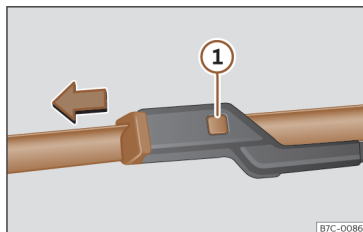

Fig. 179 Substituição das escovas do limpador para-brisas.
- Mantenha pressionado o botão de desbloqueio >>> **Fig. 179** ① puxando ligeiramente pela escova no sentido da seta.